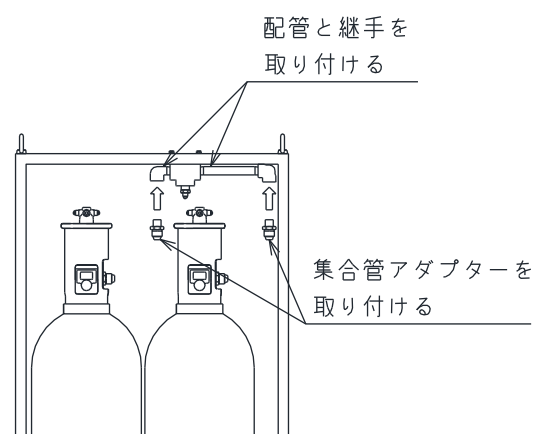

図7. 配管・集合管アダプターの取り付け
- (5) 本体内部の天井部の継手に、図7の様に配管を接続してください。
- (6) 図7の様に集合管アダプターを取り付けてください。